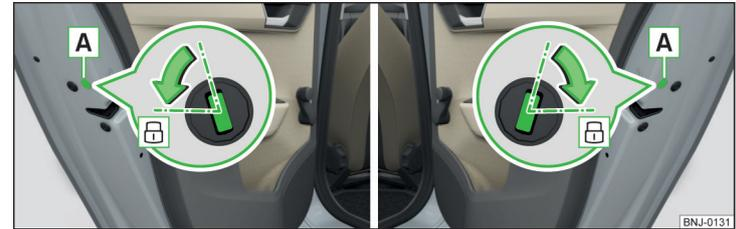

Fig. 194 Bloqueo de emergencia: Puerta atrás a la izquierda/derecha
- Desmonte el paramento **A** » fig. 194.